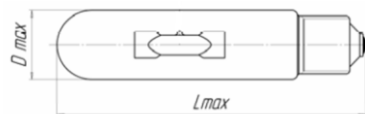

Рис.1.
1.1 Общий вид лампы показан на Рис.1. Габаритные размеры, тип цоколя, масс лампы должна соответствовать значениям, приведённым в Таблице 1.